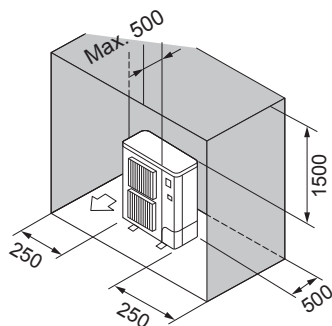

Fig. 2-8
- ⑥ Solo ostacoli posteriori, laterali e superiori (Fig. 2-8)